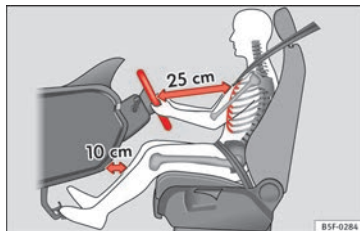

Fig. 55 Distância correta entre o condutor e o volante.
- Ajustar o volante de modo a que a distância entre o volante e o tórax seja de pelo menos 25 cm » **Fig. 55.**
- Regule o banco do condutor de modo a assegurar uma distância mínima de 25 cm entre o tórax e o centro do volante »» Fig. 55. Se essa distância for inferior a 25 cm, o sistema de airbags não poderá protegê-lo convenientemente.